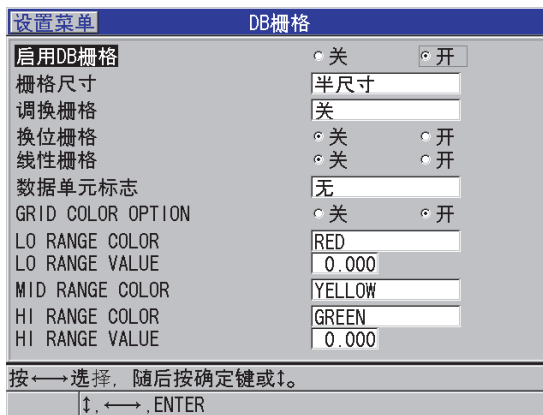

图 10-9 更改 DB 栅格参数
3. 在 **DB 栅格** 屏幕中（参见第 155 页的图 10-9），执行以下操作步骤：